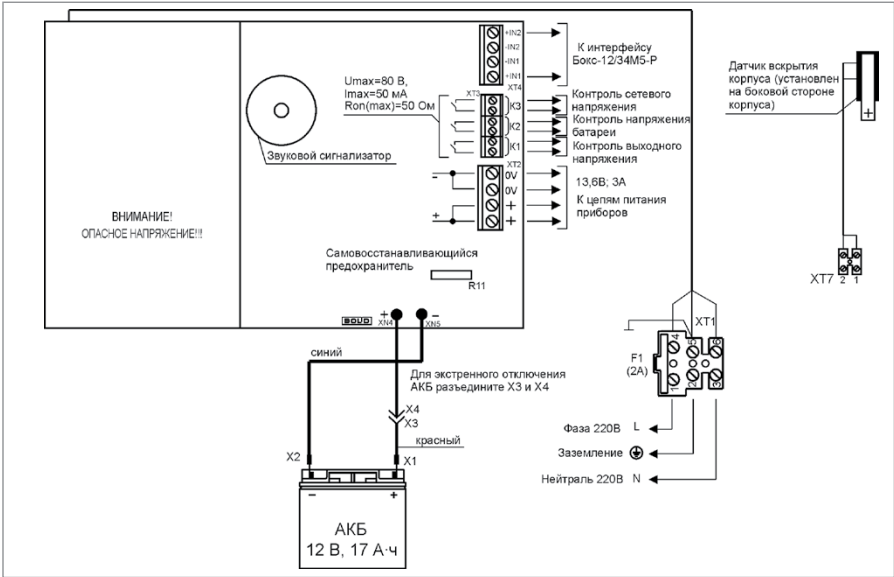
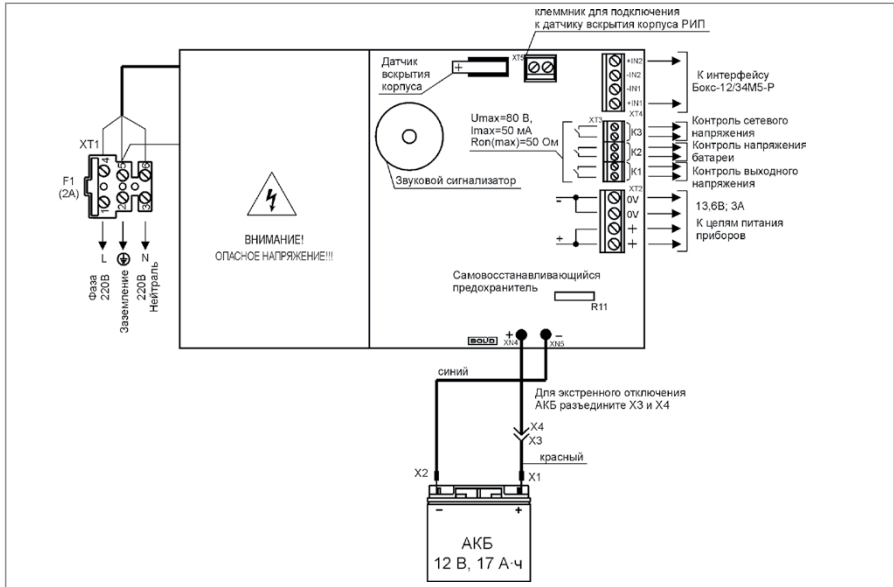
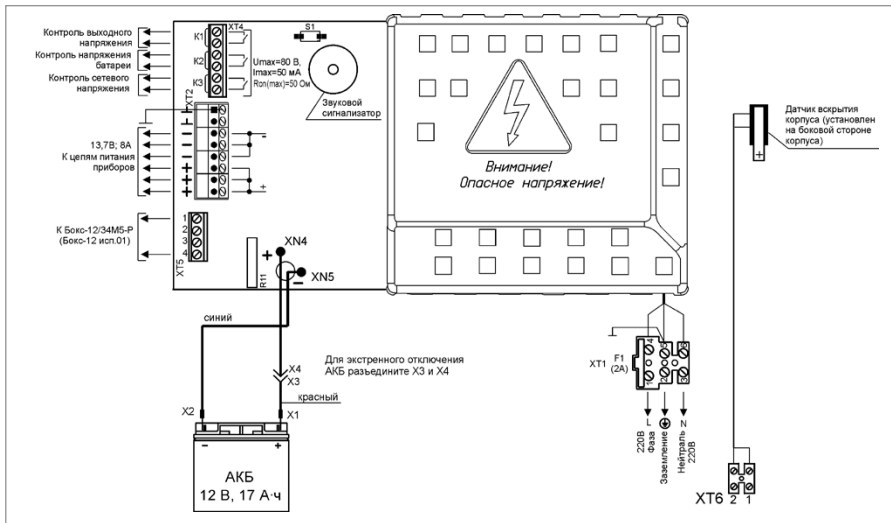

Рисунок 12. Схема подключения РИП-12 исп.15 (РИП-12-3/17M1-P)
Рисунок 13. Схема подключения РИП-12 исп.16 (РИП-12-3/17P1-P)
Рисунок 14. Схема подключения РИП-12 исп.17 (РИП-12-8/17М1-Р)
- 1.5. Схемы подключения РИП-12 исп.15 (РИП-12-3/17М1-Р), РИП-12 исп.16 (РИП-12-3/17П1-Р), РИП-12 исп.17 (РИП-12-8/17М1-Р) приведены на Рисунок 12, Рисунок 13 и Рисунок 14.
- 2.10. Отключите аккумуляторную батарею от платы РИП, отсоединив контакты Х1, Х2 от клемм АКБ (см. Рисунок 12 и Рисунок 13).